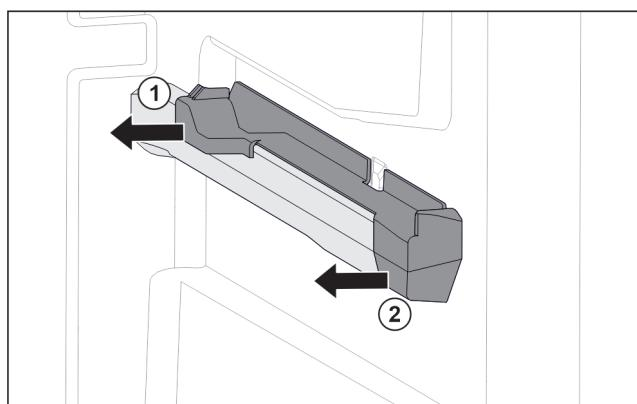

Fig. 71 Násuvný diel na pravom rebre nádoby
- ▶ Stiahnite násuvný diel vzadu do strany. Fig. 71 (1)
- ▶ Stiahnite násuvný diel vpredú do strany. Fig. 71 (2)